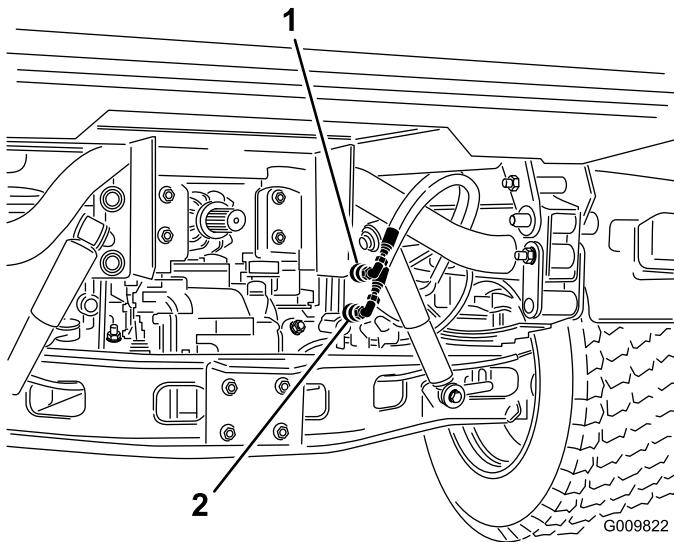

Figure 75
2. Sur les deux machines, débranchez les 2 flexibles à raccords rapides des flexibles fixés au support de raccord (Figure 75).